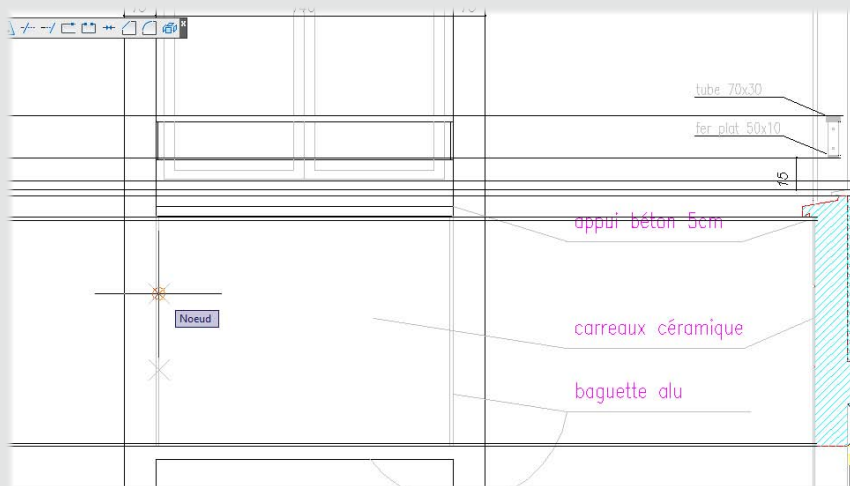

Figure 30
8. Nous avons maintenant des points visibles à l'écran. Les nœuds ainsi créés nous permettent de travailler le dessin aisément (voir Figure 30).